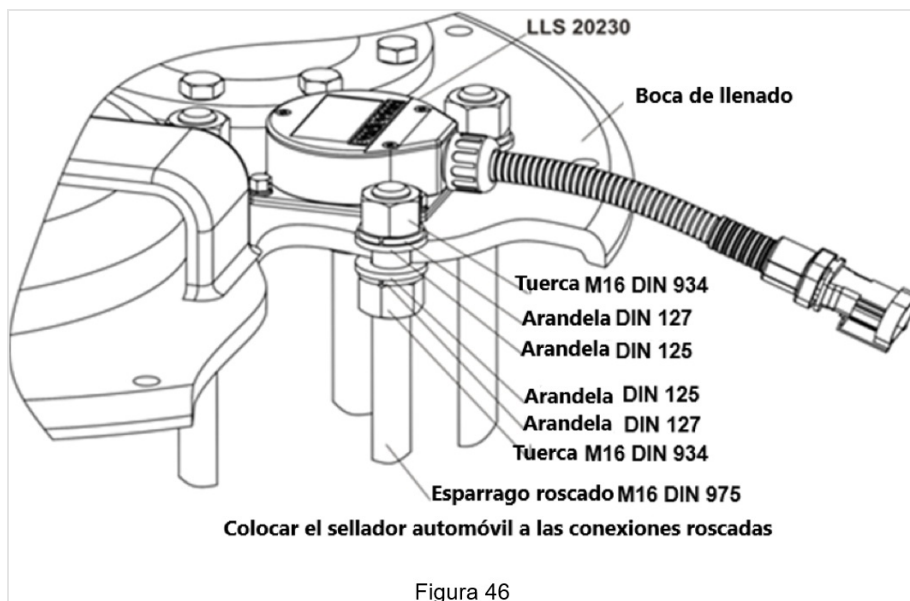

Figura 46
6. Instale tres pasadores roscados como se ilustra en la Figura (Figura 46).